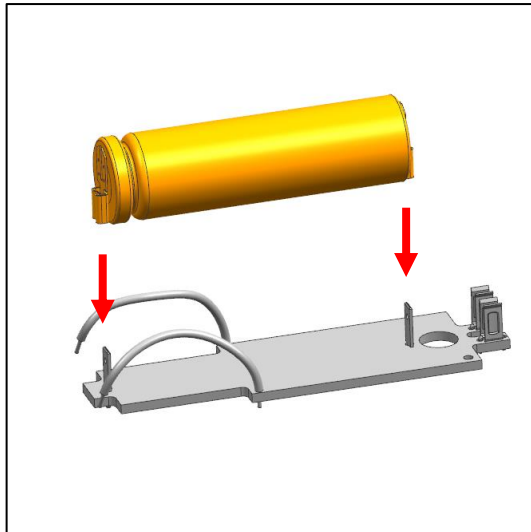

Abb. 33
- b) Stecken Sie den Akku mit den Steckhülsen auf die Pins der Platine auf (Abb. 33).